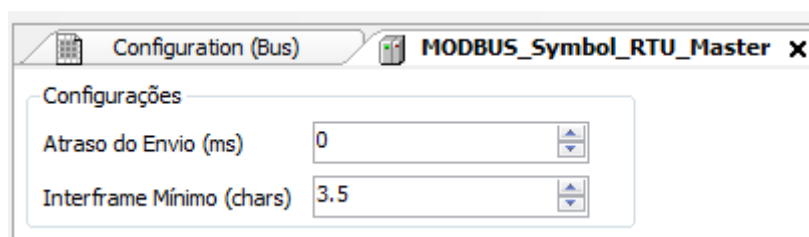

Figura 82: Tela de Configuração Parâmetros Gerais MODBUS RTU Mestre
- Configurar os parâmetros gerais do protocolo MODBUS Mestre, como: tempos de atraso de envio e interframe mínimo como na Figura 82.